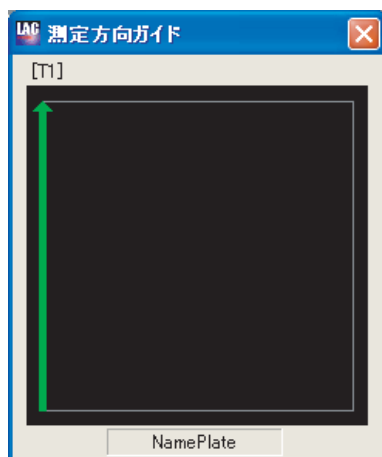

図5-9-22
- ① [N1] 測定値を測定中の測定方向ガイド表示(図5-9-22)